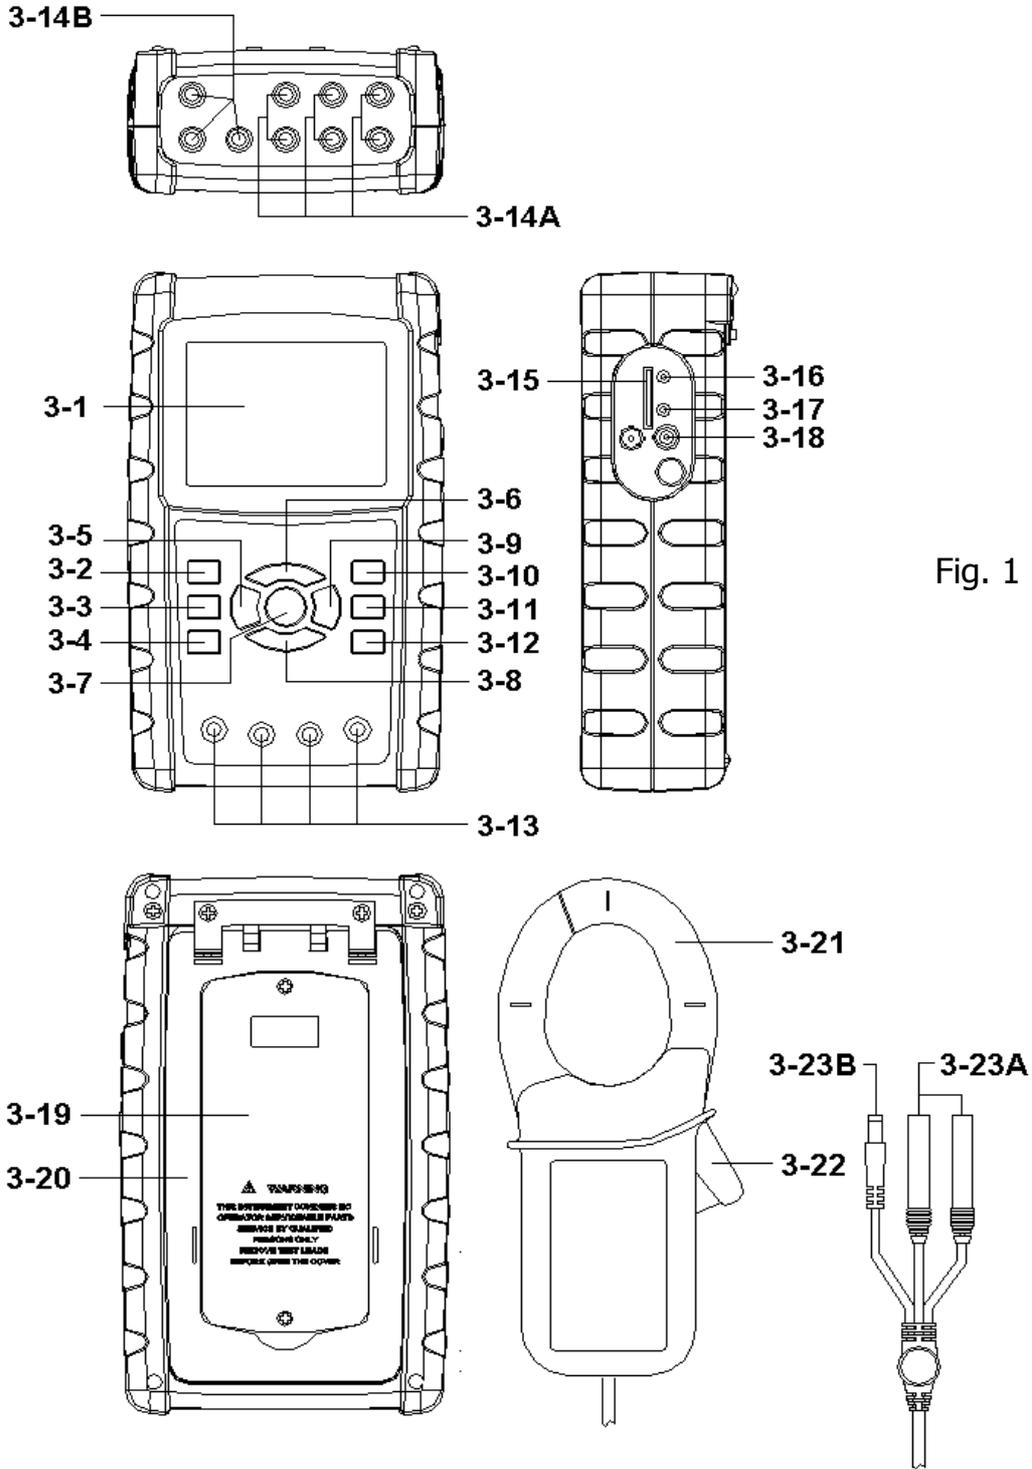

Fig. 1
- 1) TECLA DE ENCENDIDO (3-7, Fig. 1):
- 3) 1 Φ 3 Φ (fase / cable) CLAVE (3-2, Fig. 1):
- 6) A (actual) LLAVE DE ALCANCE (3-10, Fig. 1):
- 8) TECLA REC (3-9, Fig. 1):
- 10) TECLA HOLD (3-5, Fig. 1):
- 12) TECLA DE LUZ DE FONDO (3-6, Fig. 1):
- 14) TECLA DE CONFIGURACIÓN (3-12, Fig. 1):
- 16) TECLA DE SALIDA (3-8, Fig. 1):
- 18) TECLA SHIFT (3-11, Fig. 1)
- 20) TECLA ARRIBA (▲) (3-3, Fig. 1):
- 22) TECLA ABAJO (▼) (3-4, Fig. 1):